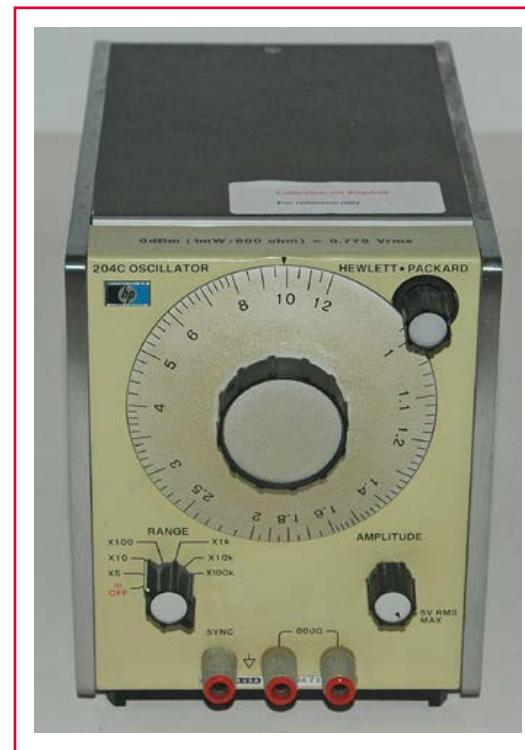

Figure 3.
La génération suivante des oscillateurs sinusoïdaux HP fut celle des modèles 204C et 204D, « tout transistor ». La taille du châssis a été ramenée à 130 mm (L) × 155 mm (H) × 203 mm (P) (fig. 3). Le 204C couvrait une plage de 5 Hz à 1,2 MHz, avec une puissance de 10 mW ($2,5 \text{ V}_{\text{rms}}$ dans 600Ω). Un JFET était utilisé comme résistance dynamique de stabilisation à la place de l'ampoule à filament des modèles 200. Le taux de distorsion harmonique était de 0,5 % de 100 Hz à 300 kHz, et 1 % de 300 kHz à 1,2 MHz. Deux options d'alimentation étaient possibles : une batterie de piles au mercure ou une batterie d'accus rechargeables CadNi. Il y avait deux gammes de distorsion à basse fréquence de 5 Hz à 100 Hz, avec un commutateur à l'arrière. Le mode faible distorsion était de 1 %, le mode normal de 5 % mais la sortie se stabilisait beaucoup plus vite. Chaque fois que je règle la fréquence trop vite sur mon 204C en mode faible distorsion, la sortie devient instable.